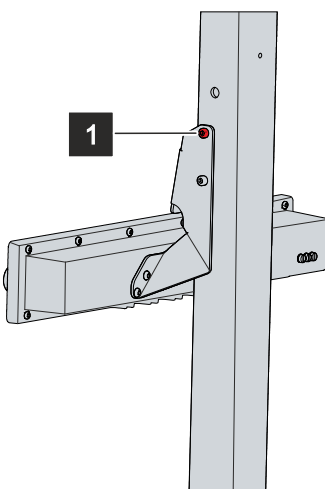

Abb. 11: Funktionserdung
Durch die Funktionserdung wird die EMV des Geräts verbessert. Die Funktionserdung wird im Rahmen der Montage am Tragarm über den Tragarmadapter hergestellt. Dafür sorgt die lackfreie Fläche am Tragarmadapter. An dieser Fläche (1) wird der Tragarmadapter mit dem Tragarm verschraubt (siehe Abb. 11). Dadurch wird die Funktionserdung vom Tragarm ausgehend über die Verschraubungen an der Tastererweiterung hergestellt.